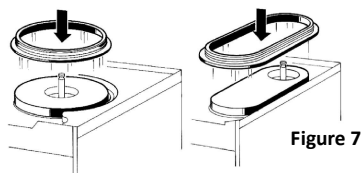

Figure 7
- Metter il giunto all 'evaporatore , in modo che il bordo più largo sia a contatto con il piano del collettore di gocce (fig 7)